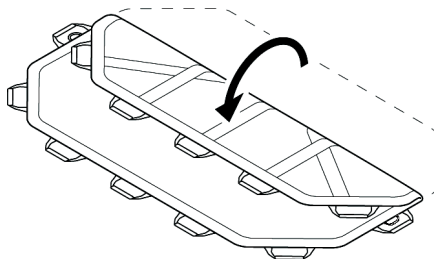

Abbildung 5
1. Die beiden langen Seiten zur Mitte der Transfermatte falten, wie in Abbildung 5 und 6 dargestellt.